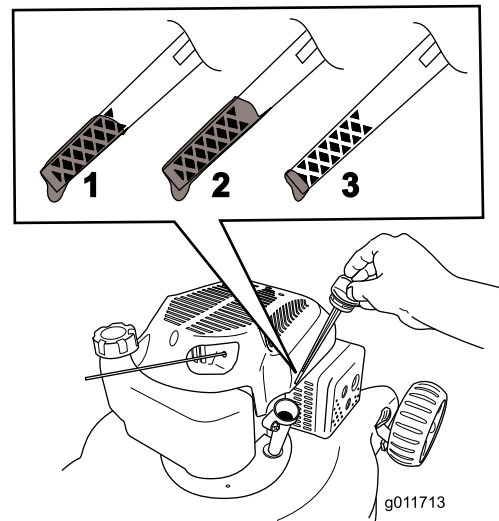

Figura 4
2. Retire la varilla (Figura 4).
3. Vierta aceite **lentamente** en el tapón de llenado de aceite, espere 3 minutos y compruebe el nivel de aceite en la varilla limpiando la varilla e insertándola **sin enroscar** en el orificio (Figura 4).
**Nota:** Llene el cárter con aceite hasta que la varilla indique que el nivel del aceite del motor es correcto, según se muestra en Figura 4. Si usted llena demasiado el motor, vacíe el exceso de aceite